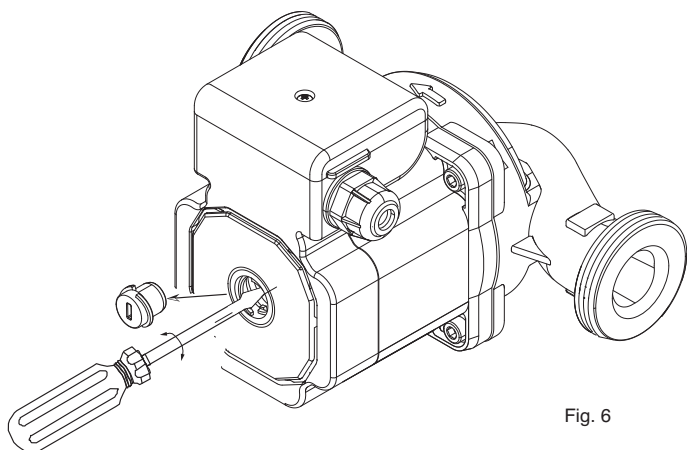

Fig. 6
- Ta bort avluftningspluggen och rotera axeln med en skruvmejsel (fig. 6);
Om pumpen ej använts under en längre tid så skall kontroll av att axeln roterar fritt göras enligt (fig. 6).
- 拆下放气堵，用螺丝刀转动泵轴（图6）；
如果长期不用，设备重新起动前，确认泵轴没有阻塞（图6）。